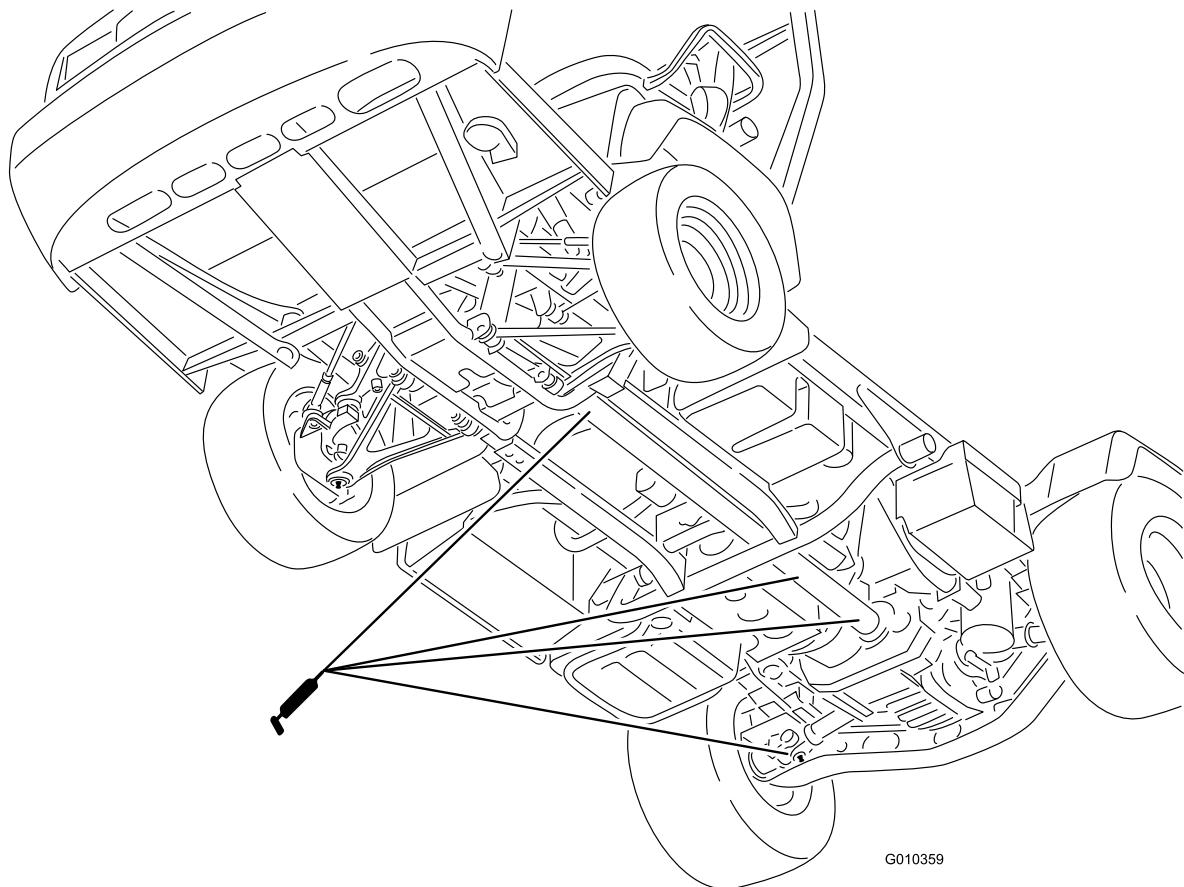

Figura 31
- **Articulación en U (18); consulte Figura 31**
- **Eje de tracción a 4 ruedas (3); consulte Figura 31**